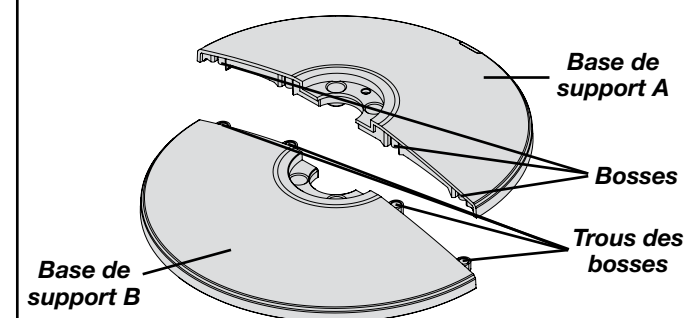
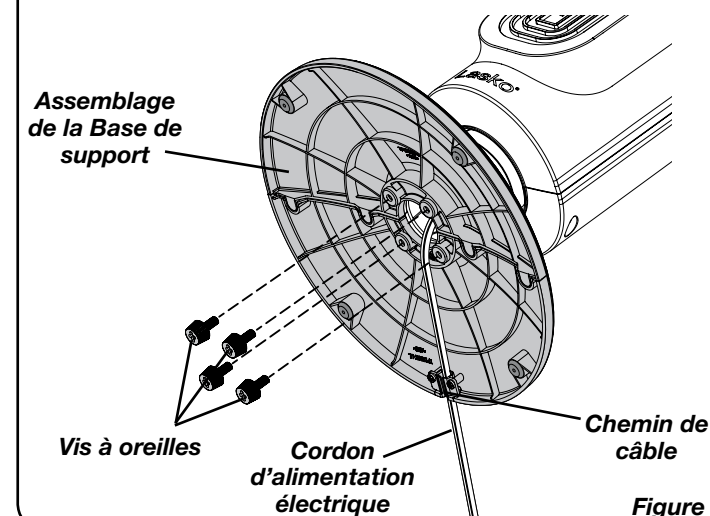

Figure 1
Figure 2
2. Assemblez les bases de support en entre barrant les Bosses sur la Base de support A dans les trous à bosse sur la base de support B. (Figure 1) Passez le cordon d'alimentation par le gros trou dans le centre de l'assemblage de la base de support. (Figure 2)
3. Alignez les onglets de l'assemblage de la base de support avec les fentes d'alignement au bas du ventilateur, en prenant soin que le guide de fil au bas de la base de support soit vers l'arrière du Ventilateur. (Figure 2)
4. Serrez les (4) vis à Oreille dans les quatre trous au bas de la base. (Figure 2)
5. Fixez l'assemblage de la base de support au bas du ventilateur avec les (4) vis à Oreilles. Tirez délicatement tout excès lâche du cordon d'alimentation électrique et placez le dans le chemin de câble. (Figure 2)
2. Assemble the Support Bases by interlocking the Bosses on Support Base A into the Boss Holes on Support Base B. (Figure 1) Thread the Power Supply Cord through the large hole in the center of the Support Base Assembly. (Figure 2)
3. Align the Support Base Assembly Alignment Tabs with the alignment slots on the bottom of the fan, noting that the cord channel on the bottom of the support base should be towards the back of the Fan. (Figure 2)
4. Secure the (4) thumb Screws into the four holes in the bottom of the base. (Figure 2)
5. Secure the Support Base Assembly to the bottom of the Fan with (4) thumb Screws. Gently pull any excess slack of the Power Supply Cord and place it in the Wire Locating Trough. (Figure 2)